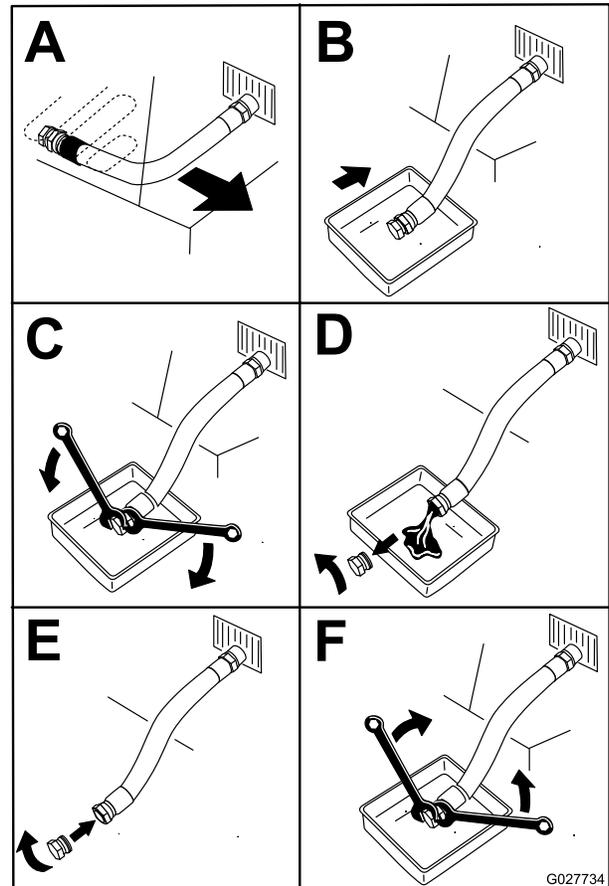

Figure 45
4. Avant de quitter la position d'utilisation, coupez le moteur, enlevez la clé de contact et attendez l'arrêt complet de toutes les pièces mobiles (Figure 45).